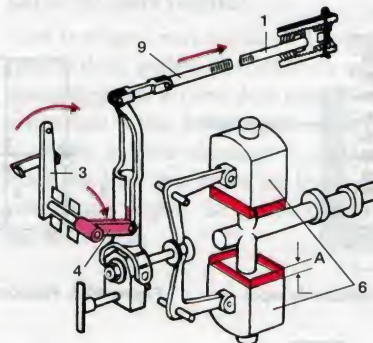
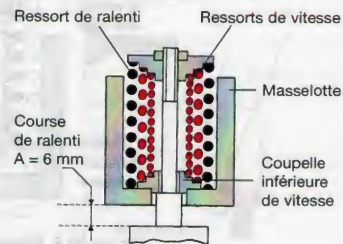

Figure 90.8. Régime d'utilisation en charge
Figure 90.9. Masse en butée sur la coupelle inférieure RQ
- La régulation au ralenti ne peut se produire que si, à la vitesse choisie, les masses (6) en appui sur les ressorts de ralenti se trouvent environ à « mi-course » ($A = \frac{6}{2}$, soit environ 3 mm), afin d'avoir la possibilité de réagir dans un sens ou dans l'autre.
Le conducteur déplace le levier de commande (3) vers la butée maxi, le coulisseau (4) descend (fig. 90.8) et bascule le levier (2), poussant ainsi la tige de réglage (1) vers le débit. Le moteur s'accélère et les masses viennent en butée sur les coupelles inférieures des ressorts de vitesse (fig. 90.9).